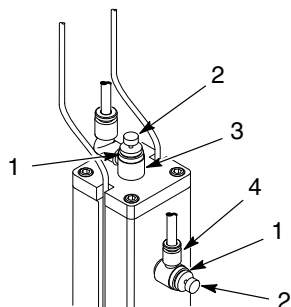

Figura 4 Regolazione di una valvola di controllo
1. Vedi figura 4. Allentare il collare di bloccaggio (1) sulla valvola di erogazione (3).
2. Girare la manopola (2) in senso orario finché tocca il fondo della valvola di erogazione (3). Far uscire la manopola di 2 giri.
3. Stringere saldamente il collare di bloccaggio (1).
4. Eseguire i passaggi da 1 a 3 per la valvola di controllo di caricamento (4).